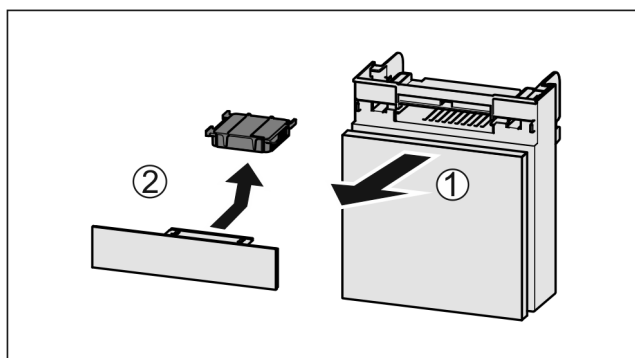

Fig. 254
- ▶ Extraire le compartiment par l'avant Fig. 254 (1).
- ▶ Sortir le filtre à charbon actif Fig. 254 (2).